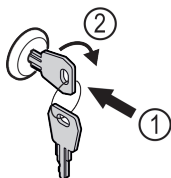

Fig. 157 Représentation à titre d'exemple
- Insérer la clé Fig. 157 (1).
- Tourner la clé à 90° dans le sens horaire Fig. 157 (2).